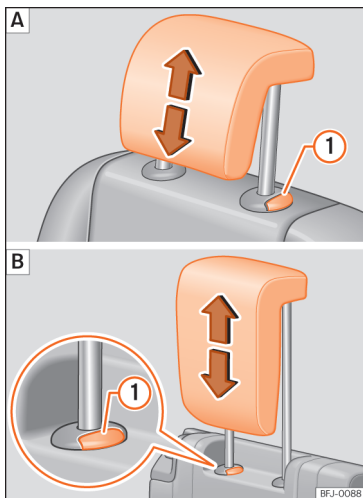

Abb. 95 Kopfstütze hinten: Kopfstützeinstellung.
zen muss die Taste >>> [Abb. 95] ① nur zum Absenken gedrückt werden >>> ⚠ in Einleitung zum Thema auf Seite 119.